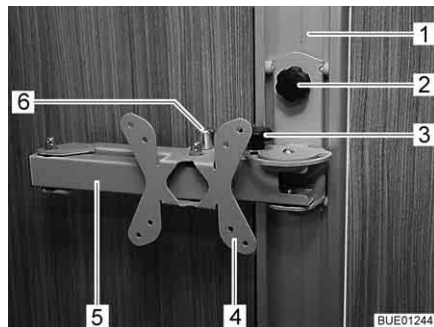

Bild 54 Halterung an Schiene
- Knebelschraube (Bild 54,2) lösen und Halterung (Bild 54,4) in der Schiene (Bild 54,1) in gewünschte Höhe bringen.
- Knebelschraube (Bild 54,3) lösen.
- Entriegelungsknopf (Bild 54,6) ziehen. Der Gelenkarm (Bild 54,5) ist entriegelt.
- Knebelschraube (Bild 54,3) wieder festziehen.
- Flachbildschirm in Ausgangslage zurückschwenken, bis Gelenkarm (Bild 54,5) hörbar in die Verriegelung einrastet.
- Knebelschraube (Bild 54,2) lösen, Halterung (Bild 54,4) in gewünschte Höhe bringen und Knebelschraube wieder festziehen.